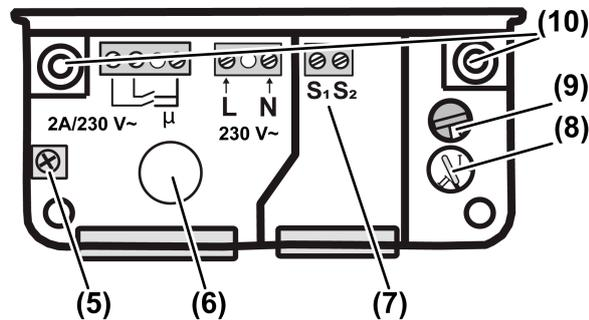

Bild 3: Anschlussraum Umsetzer
- Gehäusedeckel des Umsetzers durch Lösen der zwei Schrauben (3) abnehmen.
- Bei rückseitiger Leitungseinführung die Gummitülle (6) durchstoßen und Leitung einführen (siehe Bild 3).